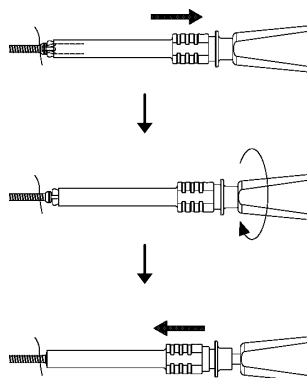
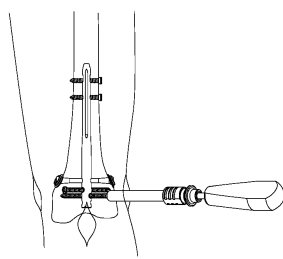

図5
図6
- 5) 必要に応じて六角 3.5 ドライバーにディスタルスクリューホルダーを組付けます。スクリューホルダー操作部を手前に引いた状態でドライバーを左回転させてスクリューヘッド部を骨面から浮かせます。ホルダー操作部を戻し、スクリューを把持します。(図5) 遠位部のフルスレッドスクリューを抜去します。(図6)